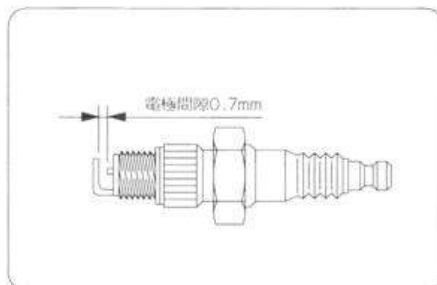

図27
- ① ボックススパナでプラグをはずしてカーボンを清掃します。(ボックススパナ21)
- ② 電極の隙間が0.7mmになるように調節してください。(図27)